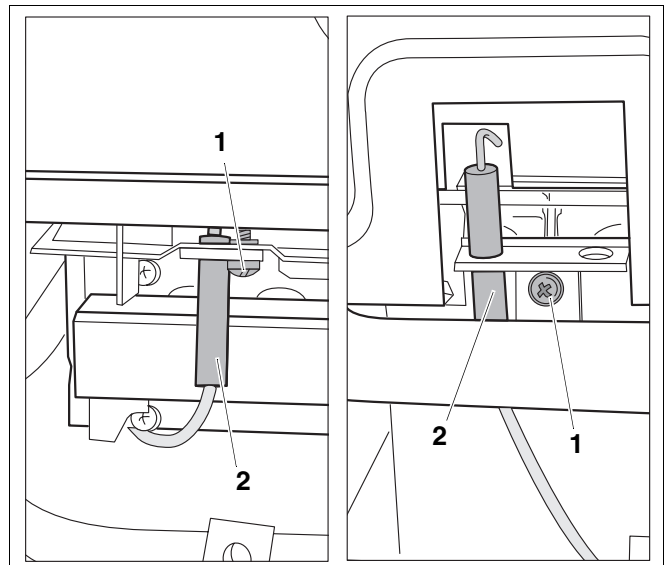

Fig. 28 Remplacer l'électrode d'ionisation : à la gauche pour la U002/U004 et à la droite pour la U102/U104
- Dévisser la vis de fixation (fig. 28, pos. 1) et enlever l'électrode d'ionisation (fig. 28, pos. 2).